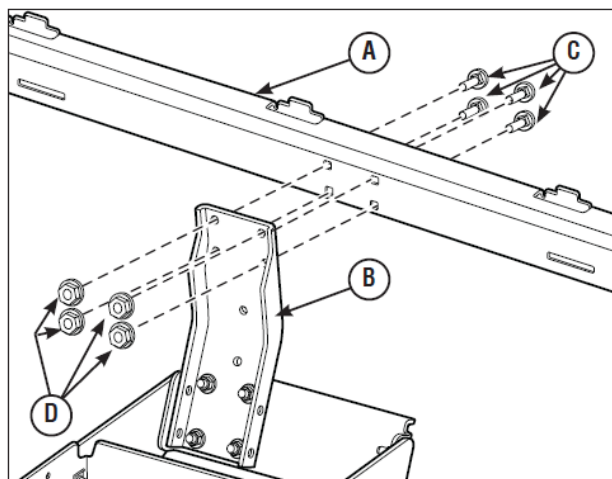

図8
5. 図に示されているようにカバーサポートブラケット（図8のA）を、3/8-16×0.875のボルト（C）4本と3/8-16のフランジ付きロックナット（D）で、ヒッチに取り付けられた支柱支え（B）に差し込んで固定してください。